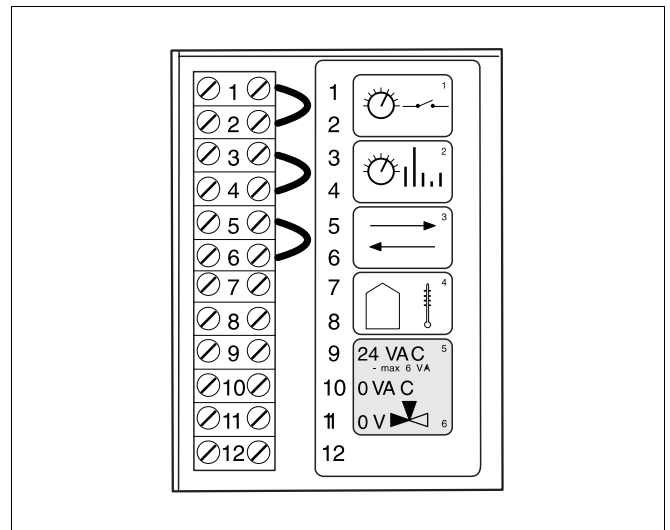
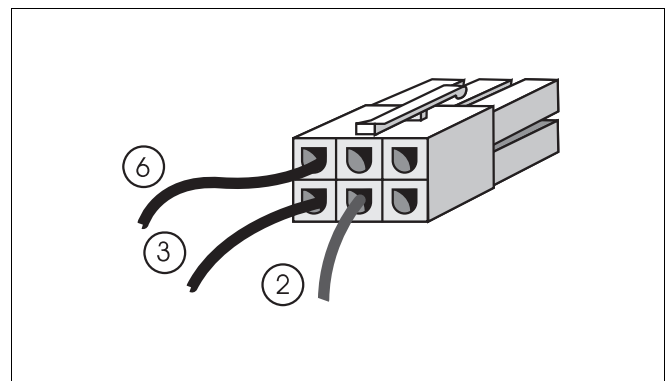

Abb. 14 Anschluss externes Dreiwegeventil
Abb. 15 Stecker zum Honeywell VC8010 Dreiwegeventil
- Dreiwegeventil auf die Anschlüsse 9 und 11 der Klemmleiste des Heizkessels anschließen (siehe Abb. 14). Dieser Anschluss ist polarisationsfrei. Das Erdungskabel wird nicht benutzt.
- Dreiwegeventil auf der Klemmleiste 10 des Heizkessels anschließen (siehe Abb. 14).
- Nacheinander Kontakt 2 des Dreiwegeventils an Kontakt 9 der Klemmleiste, Kontakt 3 des Dreiwegeventils an Kontakt 9 der Klemmleiste und Kontakt 6 des Dreiwegeventils an Kontakt 11 der Klemmleiste anschließen. Siehe Abb. 14, Abb. 15 und Tab. 1.